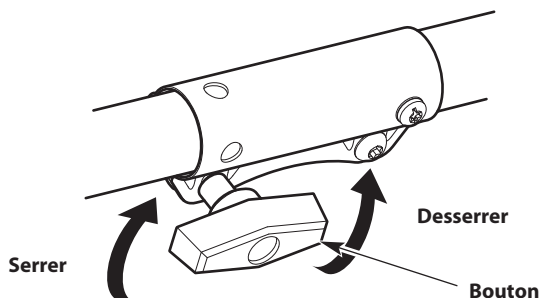

Fig. 5
3. Tournez le bouton dans le sens contraire des aiguilles d'une montre pour desserrer le coupleur (Fig. 5).
6. Tournez le bouton dans le sens contraire des aiguilles d'une montre pour serrer le coupleur (Fig. 5).
2. Tournez le bouton dans le sens contraire des aiguilles d'une montre pour desserrer le coupleur (Fig. 5).